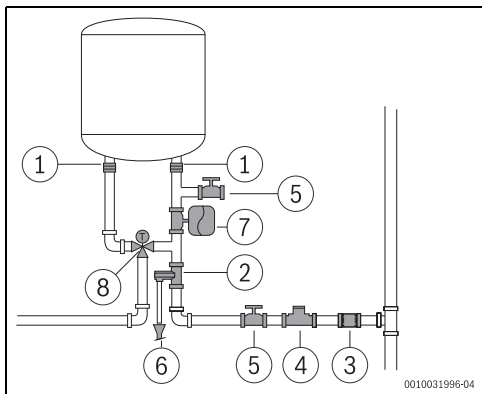

Fig. 15
- Se recomandă să instalați un robinet termostatat (Fig. 15, [8]) la nivelul tubului de evacuare al aparatului dacă se utilizează tuburi PEX. Acesta trebuie să fie reglat astfel încât să corespundă puterii materialului utilizat.
- Nu instalați niciodată accesorii (altele decât cele prezentate în Fig. 15) între supapa de siguranță și intrarea pentru apă rece (partea dreaptă) a aparatului.
- Instalați un reductor de presiune (Fig. 15, [4]). Supapa de siguranță se va activa atunci când presiunea apei din aparat depășește 8 bar (± 1 bar), motiv pentru care este necesară planificarea unui mod de scurgere a acestei apei.
- Instalați un vas de expansiune (Fig. 15, [7]) pentru a opri deschiderea supapei de siguranță în mod frecvent. Volumul vasului de expansiune trebuie să fie echivalent cu 5 % din volumul aparatului.